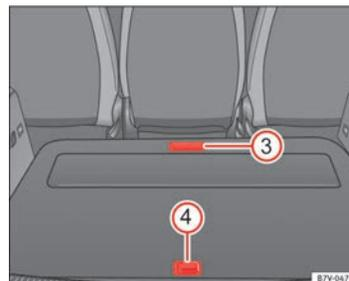

Fig. 115 Otros compartimentos en el piso del maletero
Abrir el compartimento delantero ⇒ fig. 115 ③:	▷ Levante hacia atrás por el asa la parte anterior del piso del maletero.